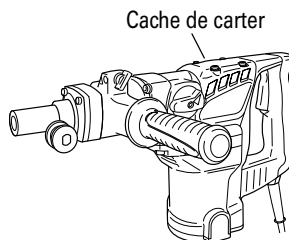

Fig. 18
- (1) Enlever le couvercle du carter et essuyer la graisse à l'intérieur. (Fig. 18)
- (2) Appliquer 2.0 oz (60 g) de graisse pour marteau électrique metabo HPT A (accessoire sur option, en tube) au carter.
- (3) Après avoir fait le plein de graisse, installer fermement le couvercle du carter.